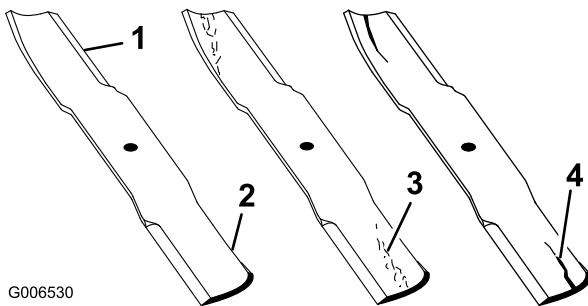

Figura 46
1. Inspeccione los filos de corte (Figura 46). Si los bordes no están afilados o tienen muescas, retire las cuchillas y afílelas. Consulte Afilado de las cuchillas.
2. Inspeccione las cuchillas, especialmente la parte curva (Figura 46). Si observa daños, desgaste o la formación de una ranura en esta zona (elemento en la Figura 46), instale de inmediato una cuchilla nueva.